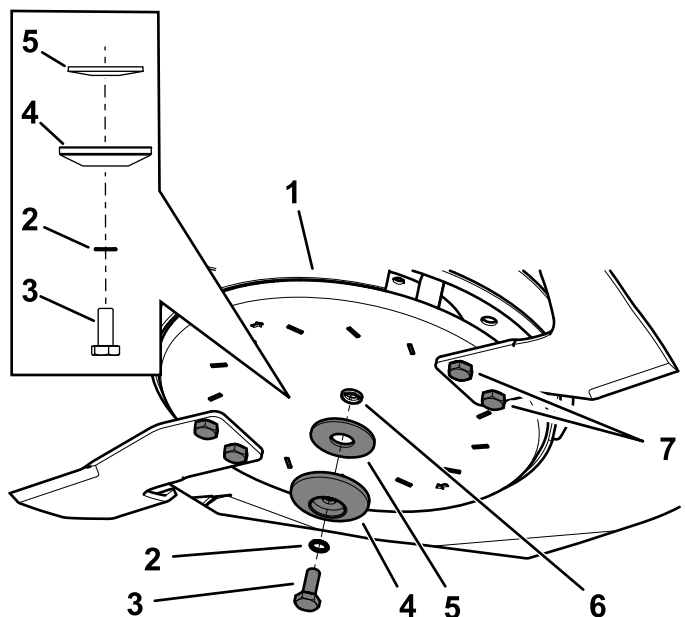

Figure 105
2. Retirez le boulon, la rondelle dentelée, le disque de retenue et la rondelle bombée de l'axe de pivot (Figure 105).
3. Déposez la lame (Figure 105).